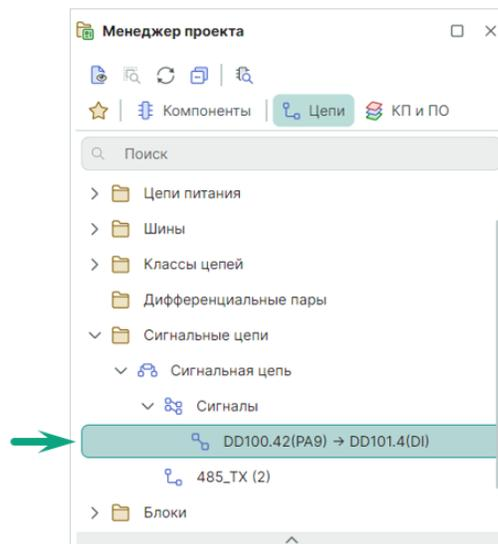

Рис. 151 Отображение сигнала в панели «Менеджер проекта»
2. В результате в панели «Менеджер проекта» → «Сигнальные цепи» → «Сигнальная цепь» → «Сигналы» отображается автоматически созданный сигнал «DD100.42(PA9) → DD101.4(DI)», см. Рис. 151.